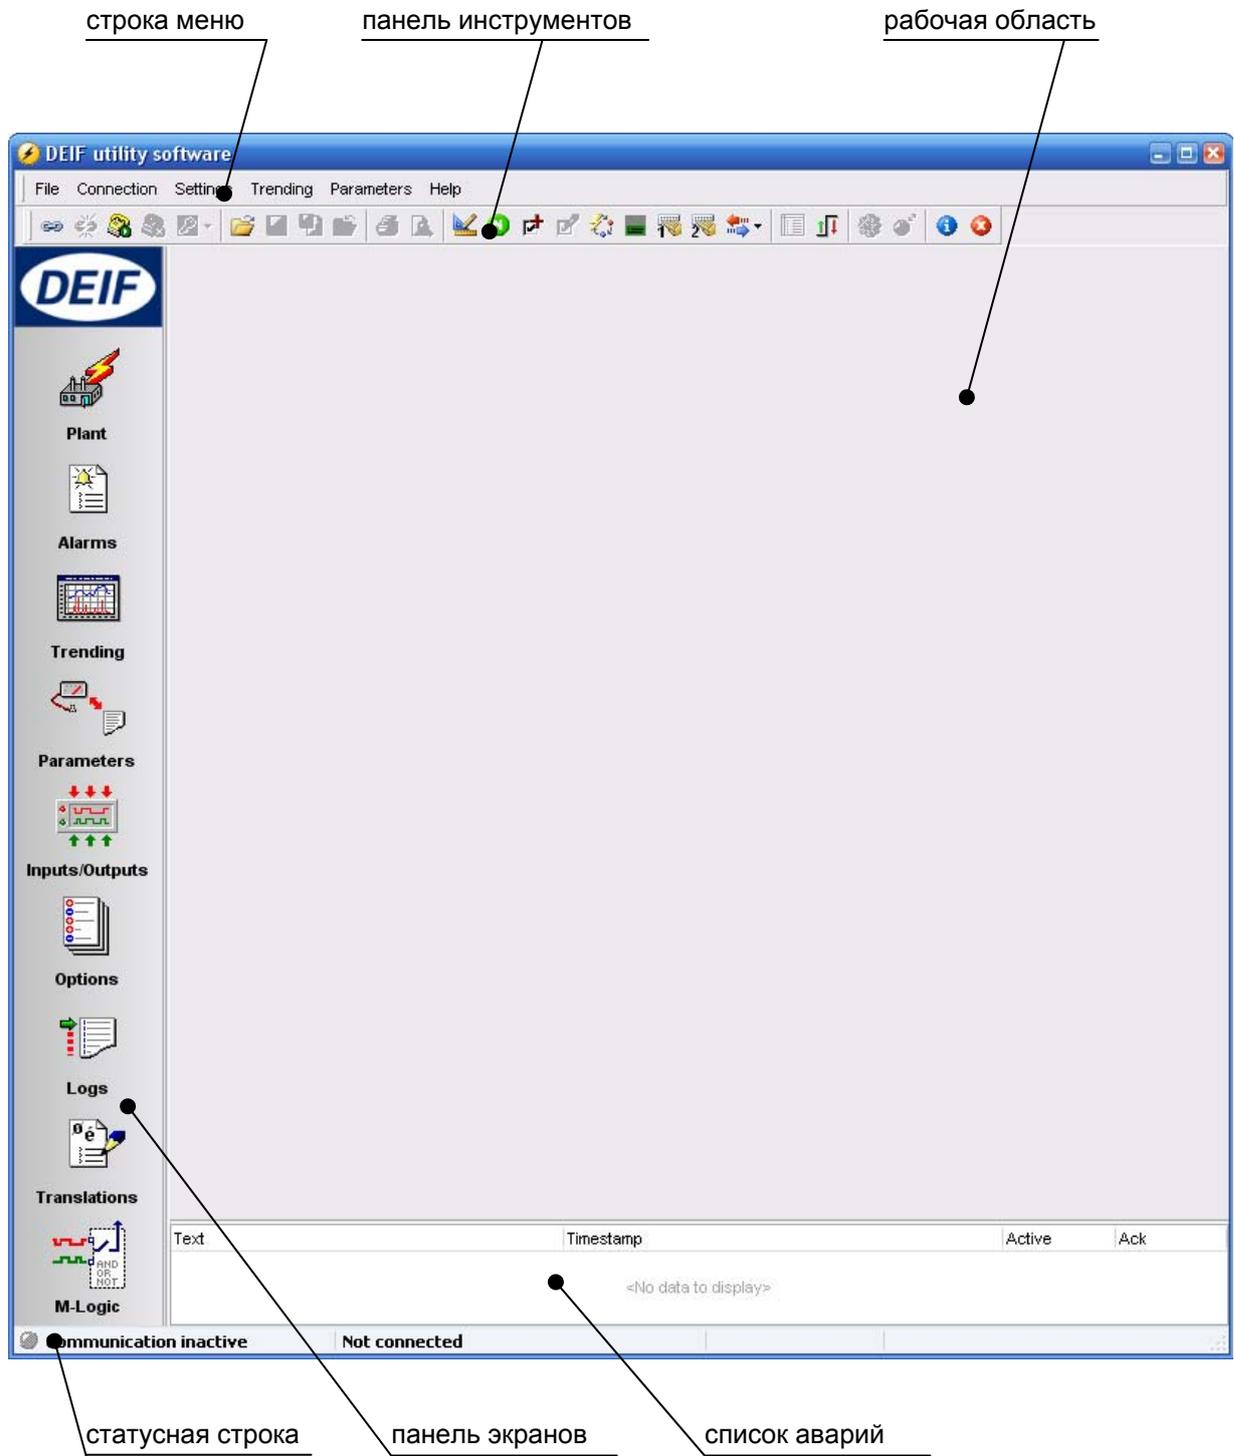

Рис.11. Пример окна утилиты **USW 3**
4.1 Начальное окно утилиты **USW 3** показано на Рис.11